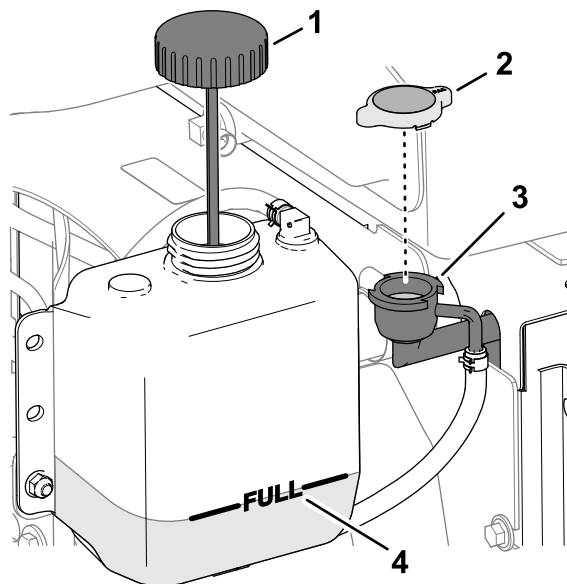

Figura 108
3. Retire con cuidado el tapón del radiador (Figura 108).
Nota: El nivel de refrigerante es correcto si llega a la parte superior del cuello de llenado del radiador (Figura 108).